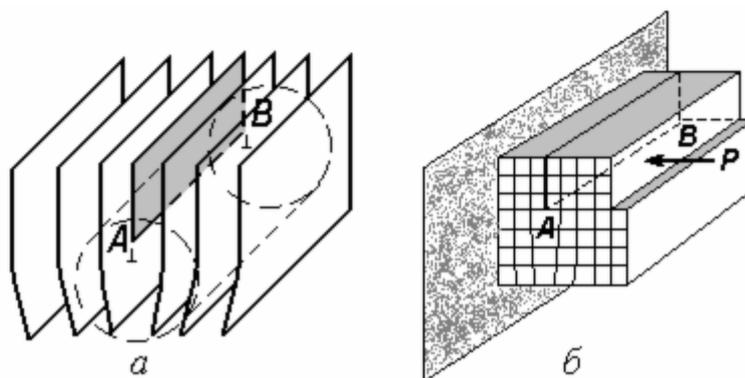

Рис. 1.3. Краевая дислокация (а) и возникновение дислокации при сдвиге (б)
**Краевая дислокация** – это область под краем незавершённой, недостроенной атомной плоскости в металле. (Можно сказать и «над краем», так как понятия «низ» и «верх» в тонкой структуре металла не имеют значения.) Недостроенная плоскость является как бы «лишней», нарушающей идеальную структуру металла (рис. 1.3, а). Ее называют *экстраплоскостью*.
кристалл остался недеформированным. Возникла экстроплоскость; её край  $AB$  и есть линия краевой дислокации (см. рис. 1.3, б).